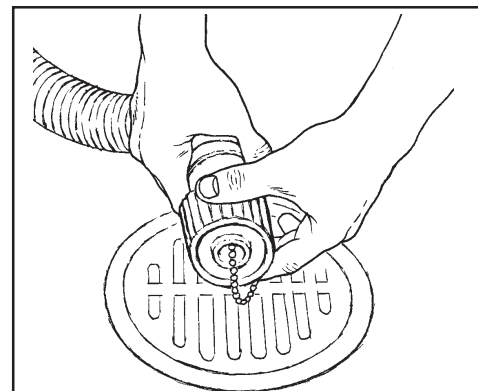

Figure 33
- 1.) Tournez le boîtier de la valve vers la gauche (Voir Figure 33).